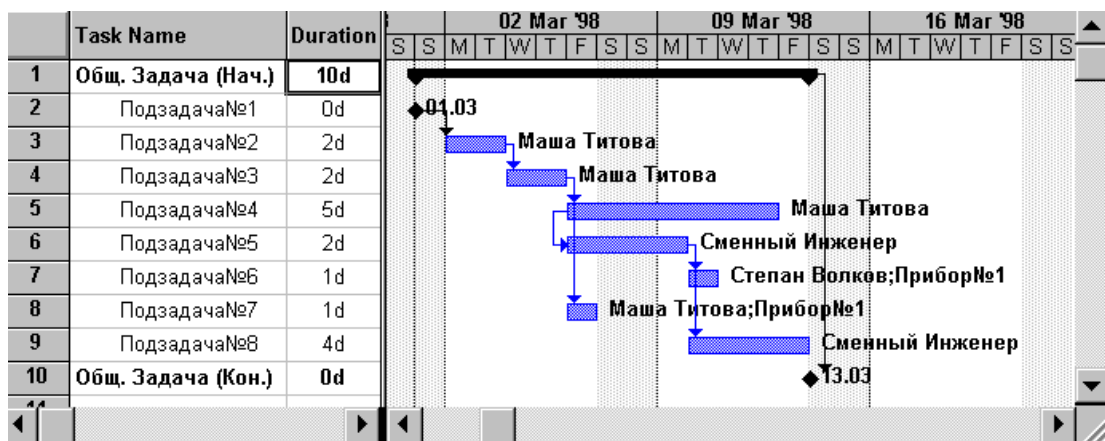

Рис.5.1.
1. Создать проект, образец которого приведен на Рис.5.1., обратив внимание на последовательность выполнения перечисленных ниже действий. Избегать совмещения действий из разных подпунктов.
- 1.6. Назначить ресурсы задачам как показано на Рис.5.1. (Сервис-Назначить Ресурсы)